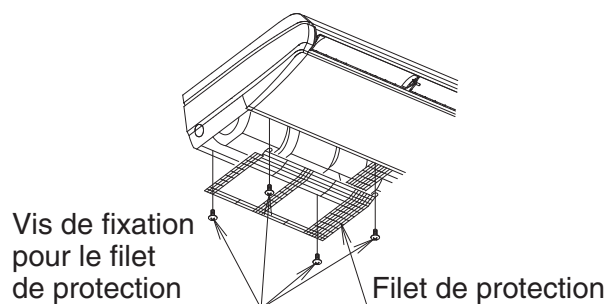
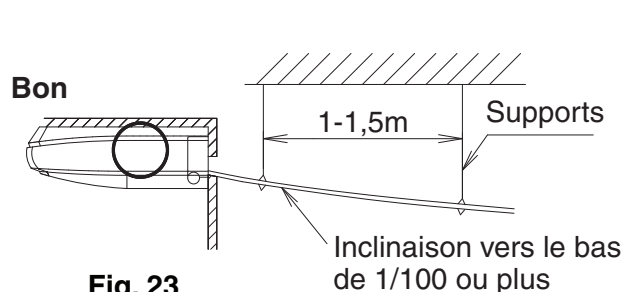
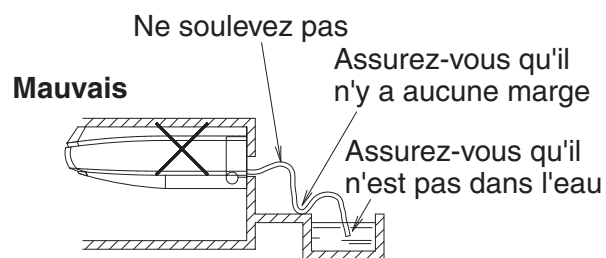

Fig. 22
Fig. 23
Fig. 24
- Lors de la direction de la tuyauterie d'évacuation du côté arrière gauche / côté gauche, retirez le filet protecteur. Puis, retirez le capuchon de la prise d'évacuation et le matériau d'isolation appliqué sur la prise d'évacuation gauche et appliquez-le sur la prise d'évacuation droite. En même temps, insérez le bouchon de la prise d'évacuation tout le long afin d'empêcher une fuite d'eau. Après avoir installé le tuyau d'évacuation (1) (accessoire), fixez le filet protecteur en inversant les étapes pour le retirer. **(Reportez-vous à la Fig. 22)**
- Sélectionnez le diamètre de tuyauterie égal ou supérieur à celui du tuyau d'évacuation (1) (accessoire) (tuyauterie en polychlorure de vinyle, diamètre nominal de 20 mm, diamètre externe de 26 mm).
- Installez la tuyauterie d'évacuation aussi court que possible avec une inclinaison vers le bas de 1/100 ou plus en évitant la stagnation d'air. **(Reportez-vous à la Fig. 23 et Fig. 24)**
- Installez des supports à une distance de 1 à 1,5 m de manière à que la tuyauterie ne puisse pas dévier. **(Reportez-vous à la Fig. 23).**